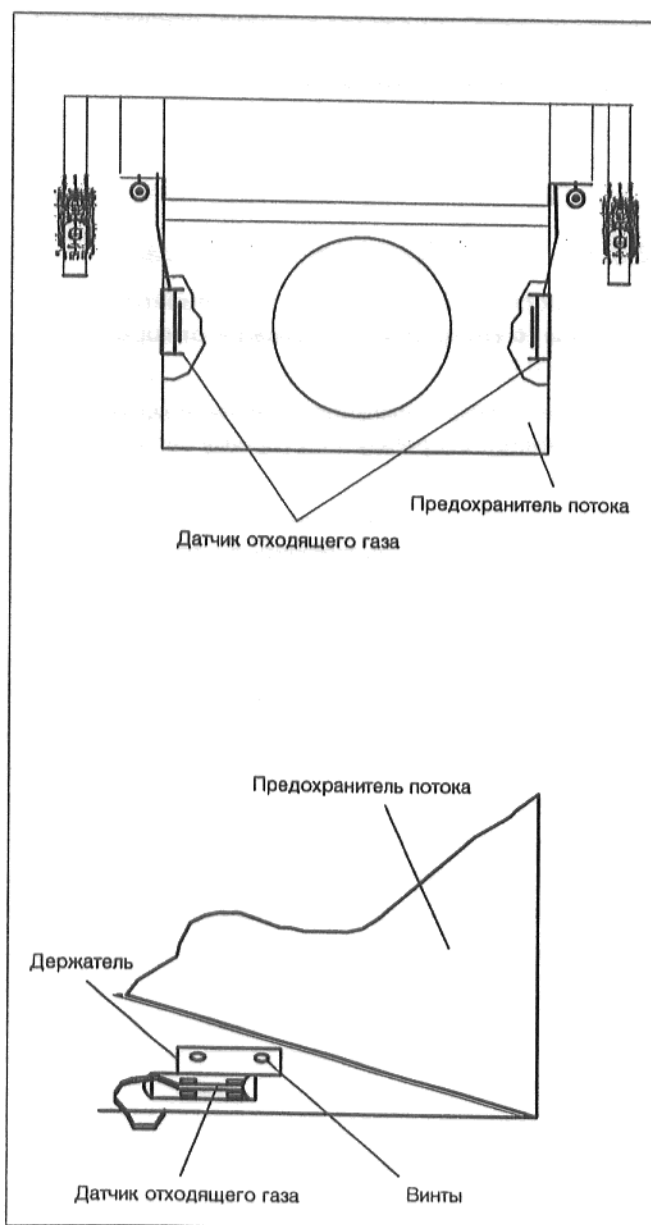

Рис. 48
- Закрепить 2 держателя датчика отходящего газа слева и справа на внутренней стороне предохранителя потока в предусмотренных для этого отверстиях (рис. 48) снаружи с помощью приложенных винтов.